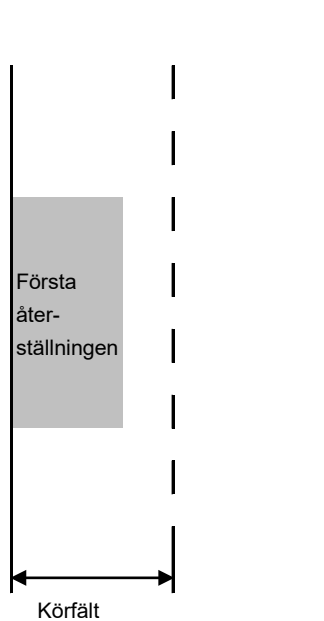

Figur 4. Tvärsektion på andra återställningen
Den andra återställningen ska utföras efter ett (1) år eller senast två (2) år efter första återställningen. Vid den andra återställningen ska det provisoriska slitlagret fräsas bort, alternativt det bundna bärlagret tas bort. Grundkravet är att återställningen omfattar ett djup av minst 3 cm över hela återställda ytan inklusive ett område runt detta på minst 25 cm åt vardera hållet, se figur 4 och 5. Ytan beläggs med samma eller likvärdig beläggningstyp.